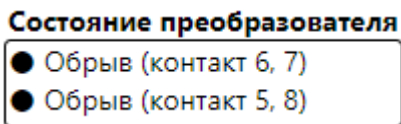

Рисунок 12 — Область «Состояние преобразователя»
3.3.8 При работе с сопротивлением по четырёхпроводной схеме, в область «Состояние преобразователя» выводятся индикаторы обрыва двух измерительных цепей (контакты 6, 7 и 5, 8) (см. рисунок 12).